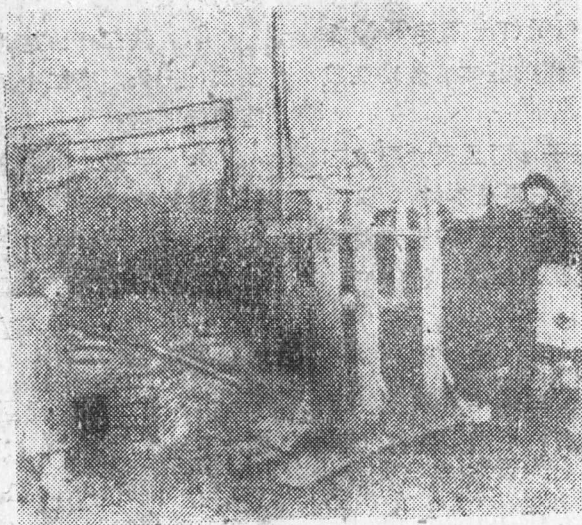

图 1
1. 支架：系由元木併成，其尺寸及式样见图1、图2及材料表。